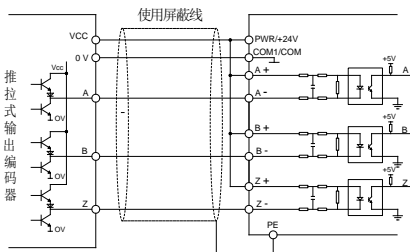
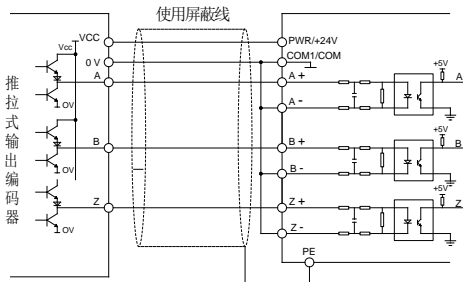

图 2.12 推拉式输出方式接线图 1
图 2.13 推拉式输出方式接线图 2
- 1、若“输出电流”中的“流入电流”大于 25mA，“流出电流”小于 25mA，请采用图 2.12；
- 2、若“输出电流”中的“流入电流”小于 25mA，“流出电流”大于 25mA，请采用图 2.13；
- 3、若“输出电流”中的“流入电流”与“流出电流”均大于 25mA，则图 2.12 与图 2.13 均适用。